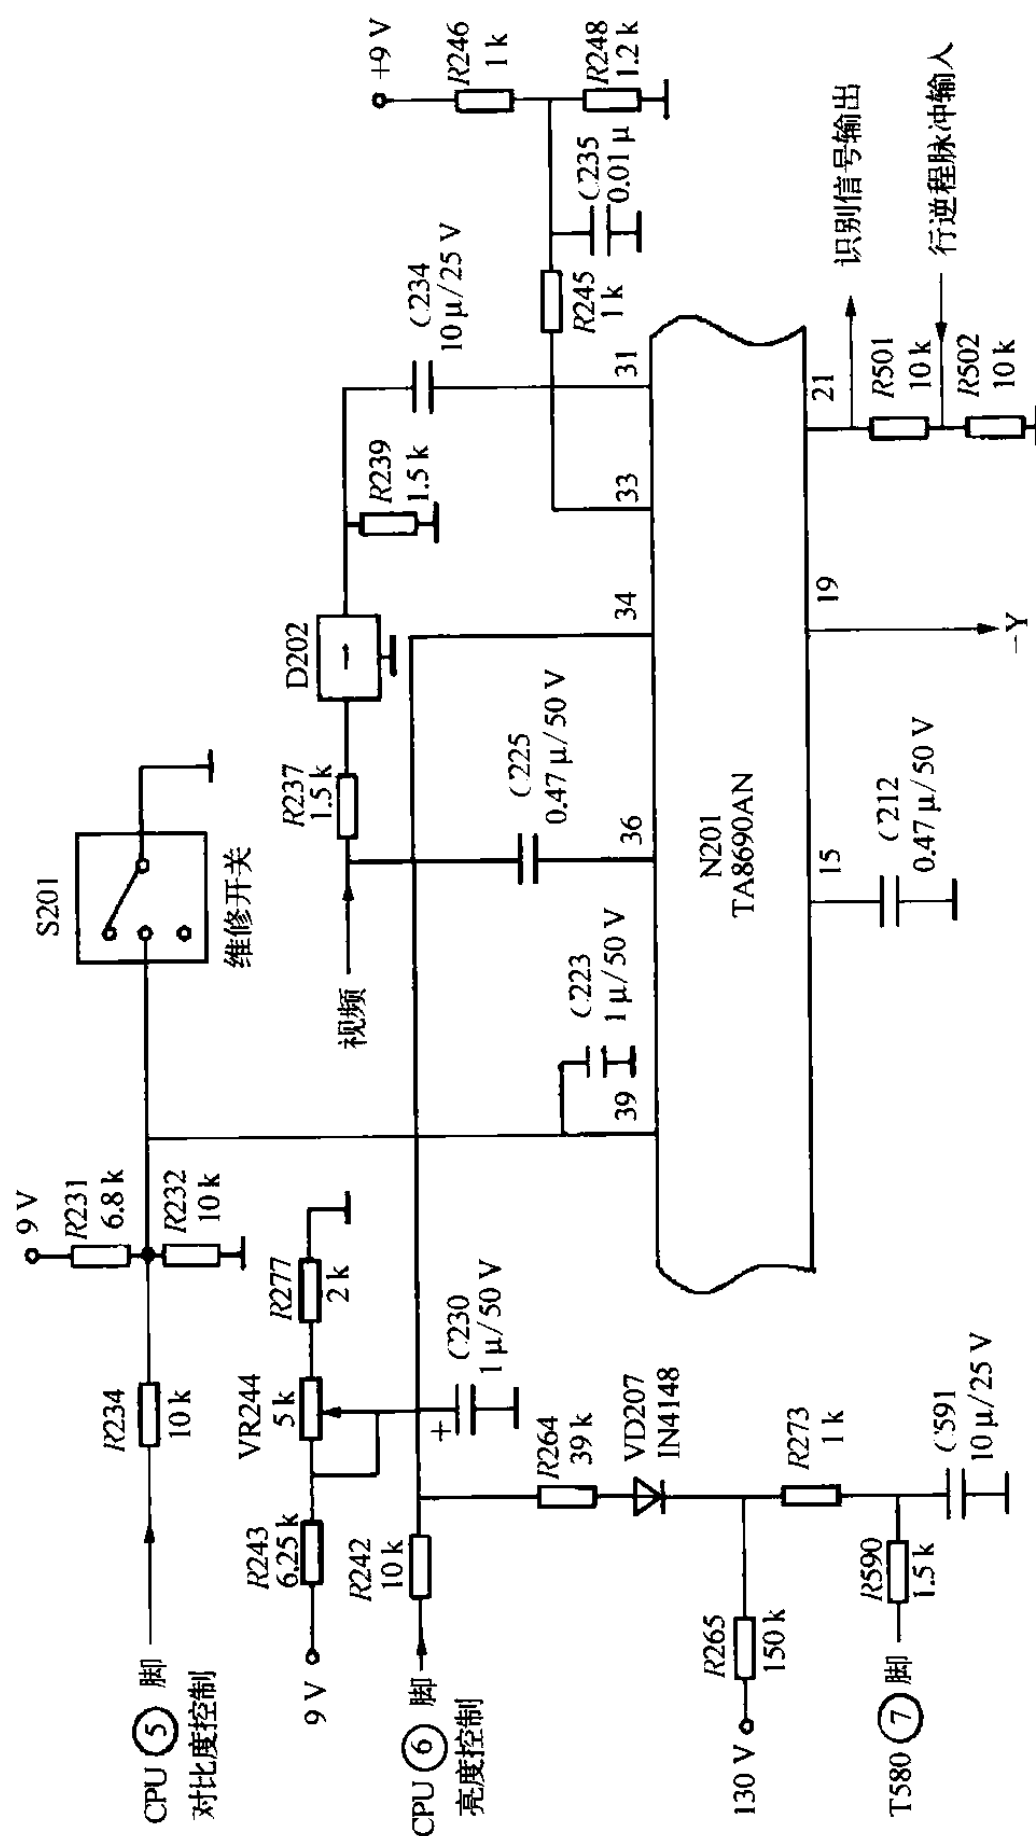

图 2-32 亮度信号处理电路
(1) 亮度信号处理电路检修
亮度信号处理电路常见故障特征为彩斑图像、光栅暗、伴音正常。这是一种典型的丢失亮度信号的故障,在图 2-32 所示电路中,当有视频信号输入时,亮度信号将通过亮度通道送入 TA8690AN 的③脚有峰值为 1.5 V 的亮度信号波形。因此这时应首先用示波器观察③脚是否有正常的信号波形。影响亮度 Y 信号的因素还有 TA8690AN 的③脚的对比度控制电压,对比度控制电压不仅直接加到集成电路内部的对比度控制电路,而且还直接加到彩色控制电路,检修时,可以利用这一重要因素来区分故障范围,通过操作并调大对比度控制功能,来观察色饱和度是否有明显的变化,即屏幕上的彩斑图像是否有浓淡的变化。若无任何明显变化,说明对比度电路不良。